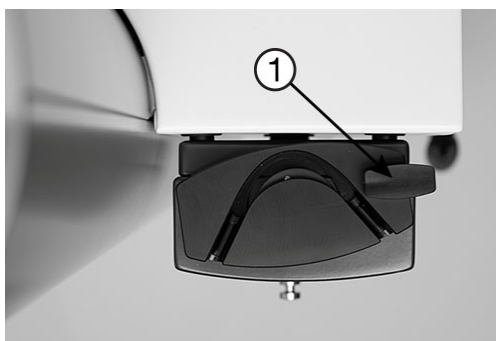

Abbildung 30 – Lösen des Pumpenkopfes
Lösen Sie den Pumpenkopf, indem Sie den Griff (1) gegen den Uhrzeigersinn drehen – siehe Abbildung 30.